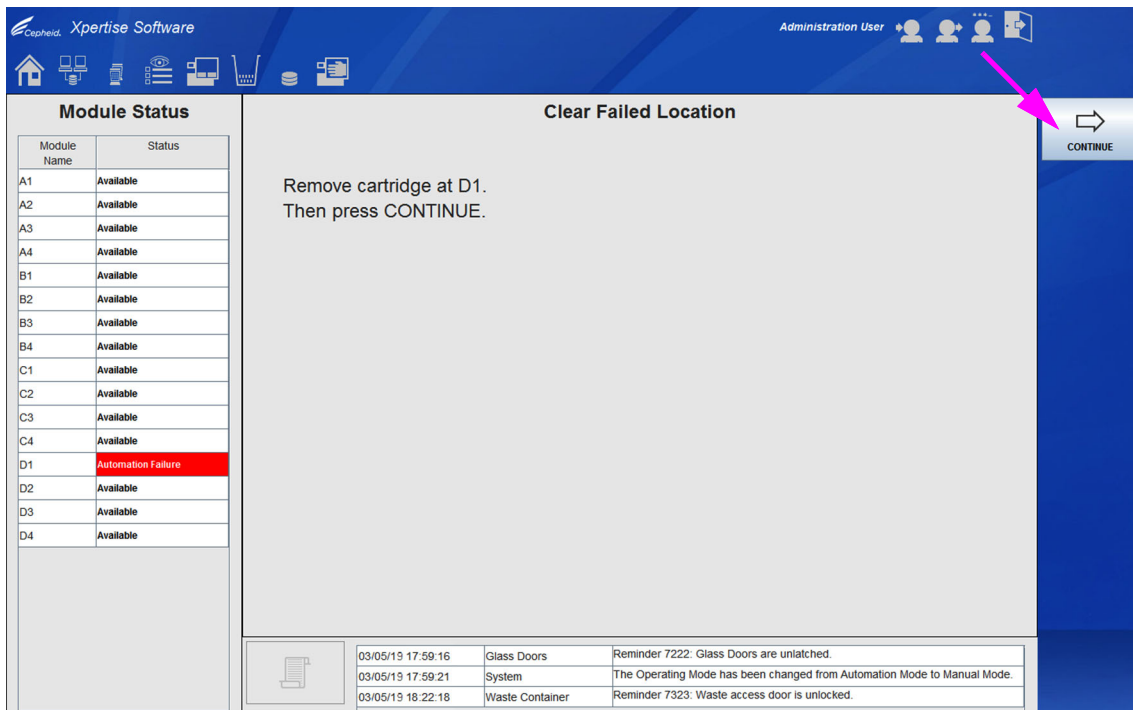

Figura 9-97. Área de trabalho Clear Failed Location (Desimpedir local falhado) – Remove Cartridge in Failed Module (Retire o cartucho do módulo falhado)
Se existe um cartucho no local falhado, selecione o botão **HAS CARTRIDGE (TEM CARTUCHO)**. O sistema vai dizer-lhe que o local terá de retirar o cartucho e, em seguida, prossegue para o próximo local selecionado. Ver Figura 9-97.
8. Retire manualmente o cartucho do módulo e selecione o botão **CONTINUE (CONTINUAR)** para desimpedir o local falhado (ver Figura 9-97). O sistema vai prosseguir para o próximo local selecionado.